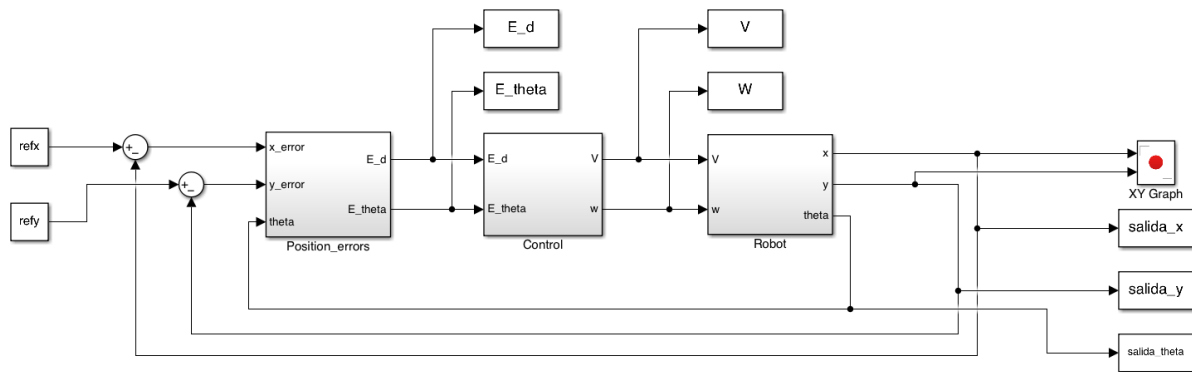
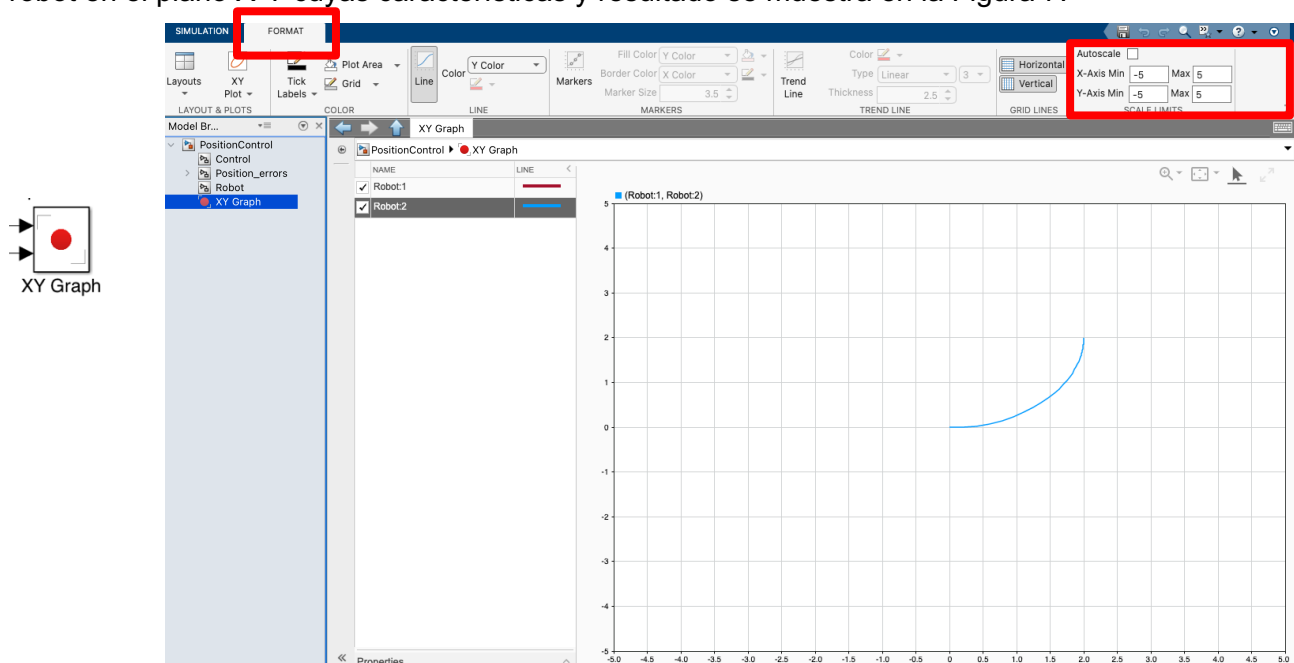
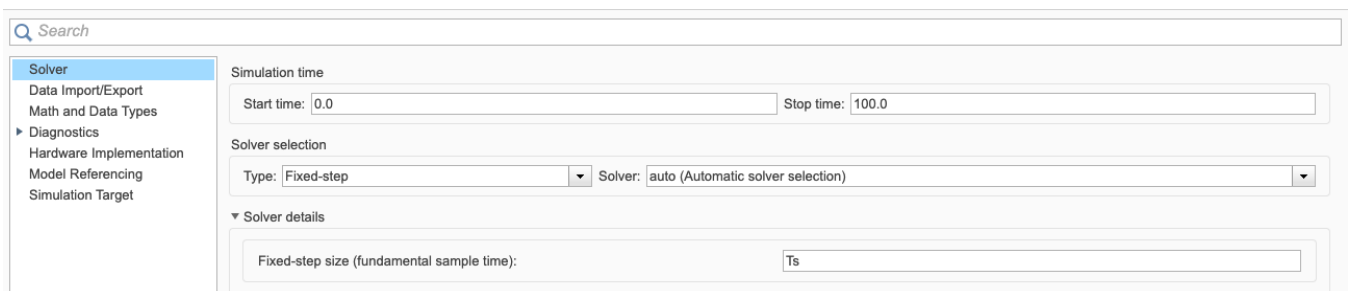

Figura 1. Esquema general de un control de posición.
Figura 7. Bloque de visualización de la trayectoria.
Figura 10. Parámetros de la simulación.
La posición destino u objetivo del robot se denotará mediante las coordenadas $refx, refy$ (bloques constantes del mismo nombre, $refx$ y $refy$, del esquema general de control de la Figura 1).
En el esquema de la Figura 1, se dispone de un bloque de visualización de la trayectoria efectuada por el robot en el plano X-Y cuyas características y resultado se muestra en la Figura 7.
- Implemente el esquema de la Figura 1, incluyendo todos los bloques principales. Utilice como controlador el proporcionado en “controlblackbox.slx”. Configure los parámetros de la simulación (menú “Simulation/Model Simulation Parameters”) tal y como se muestra en la Figura 10. Guarde el esquema de Simulink con un nombre reconocible, por ejemplo “PositionControl.slx”.